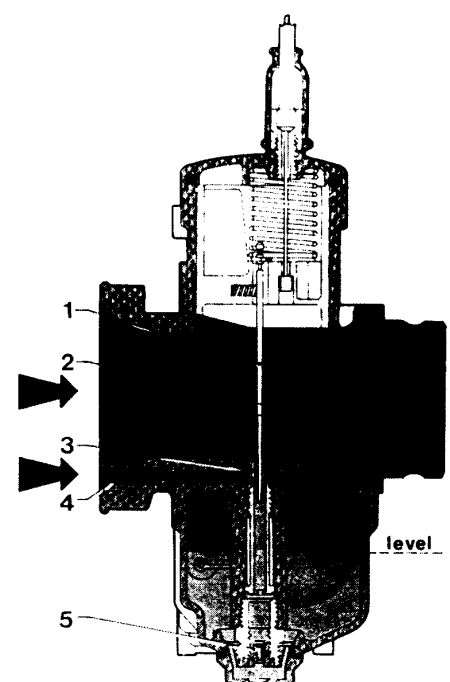

Bild 21
In dieser Situation (Bild 21) gelangt Kraftstoff durch die Hauptdüse (5) und weiter durch die obere Öffnung des Zerstäubers (3). Die Zerstäubung, variiert ja nach Stellung der sich verjüngenden Nadel. Der Kraftstoff vermischt sich mit Luft aus Kanal (4), sowie mit Luft aus dem Hauptansaugkanal (2).